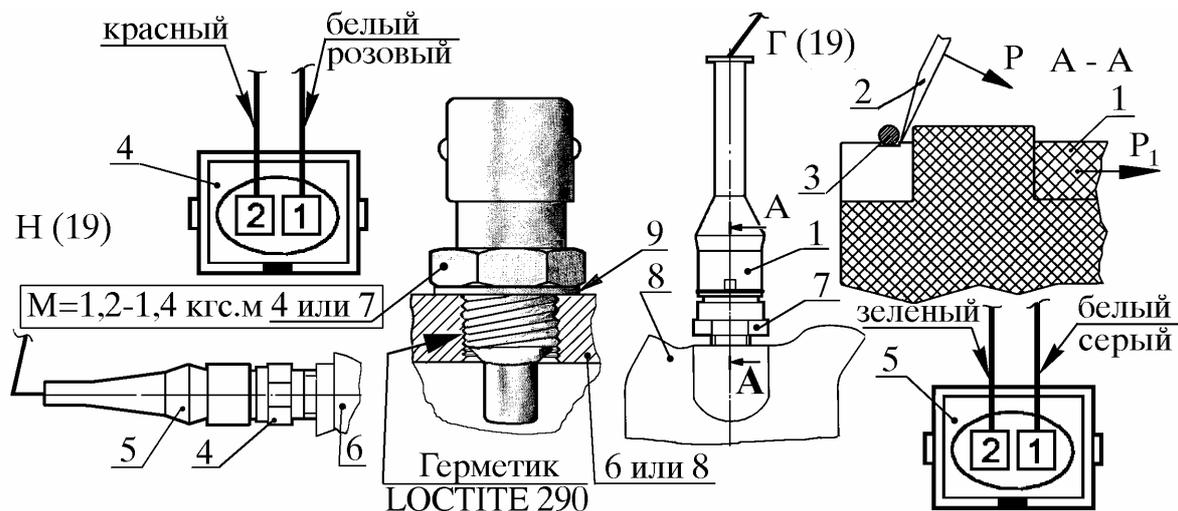

Рис. 33. Замена датчиков температуры воздуха и охлаждающей жидкости:
18.1. Отсоединить колодку 1 (рис. 33) соединительную жгута проводов КМСУД от розетки датчика 7 температуры воздуха.